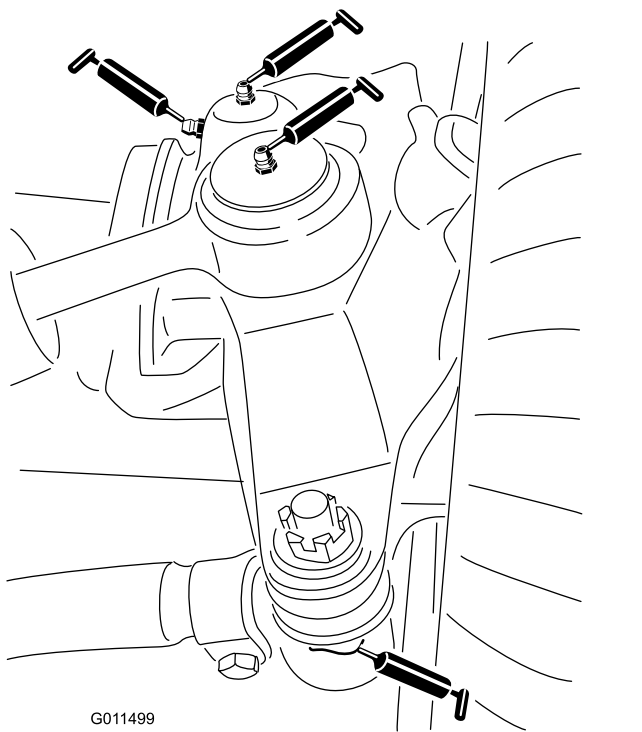

Figura 41
- Articulaiones esféricas del cilindro de dirección (2) (Figura 41)
- Articulaiones esféricas de las bielas (2) (Figura 41)
- Casquillos de los pivotes de dirección (2) (Figura 41).